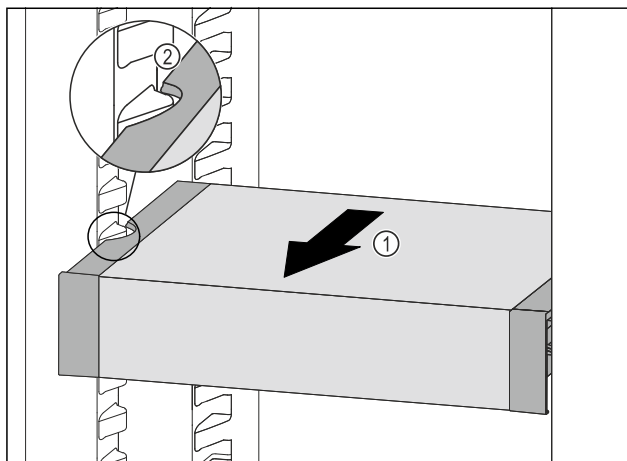

Fig. 216
- Ladicu VarioSafe vucite prema naprijed Fig. 216 (1) sve dok se bočni otvori ladice VarioSafe ne nađu na visini žlijeba spremnika u hladnjaku. Fig. 216 (2)